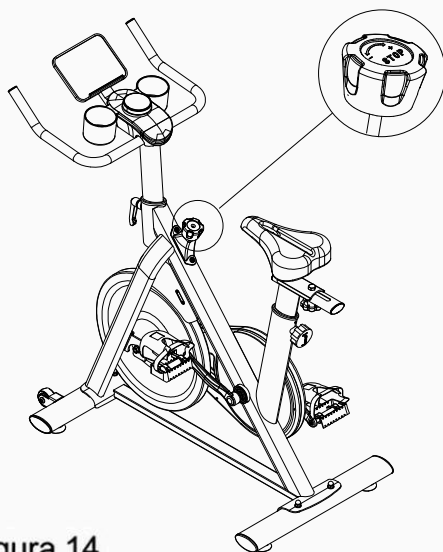

Figura 14
14. Ruotare la manopola di regolazione in senso orario o antiorario per regolare la resistenza verso l'alto o verso il basso. Premere la manopola per attivare la funzione di frenata di emergenza, come mostrato nella Figura 14.